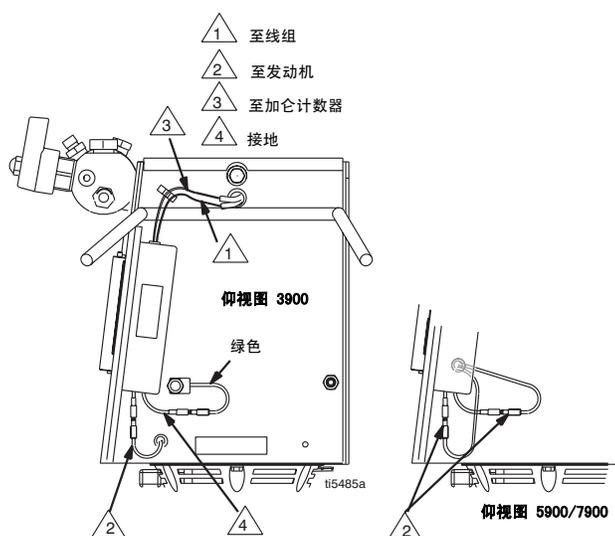

图 12
2. 图 12. 断开所有必要的接线。
3. 图 12. 连接所有必要的接线。